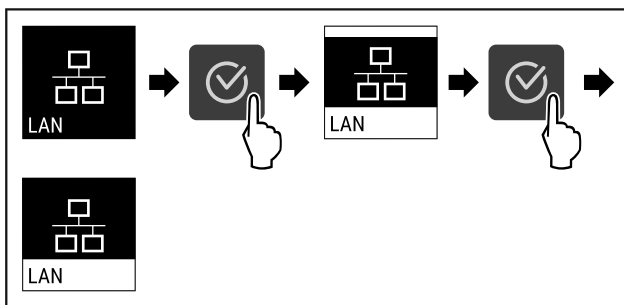

Fig. 96
- ▶ Hajtja végre a művelet lépéseit (lásd Fig. 96).